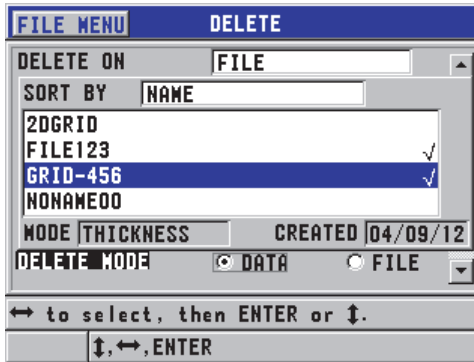

Figura 6-31 Apagar arquivo
2. Na tela **DELETE** (veja Figura 6-31 na página 125):